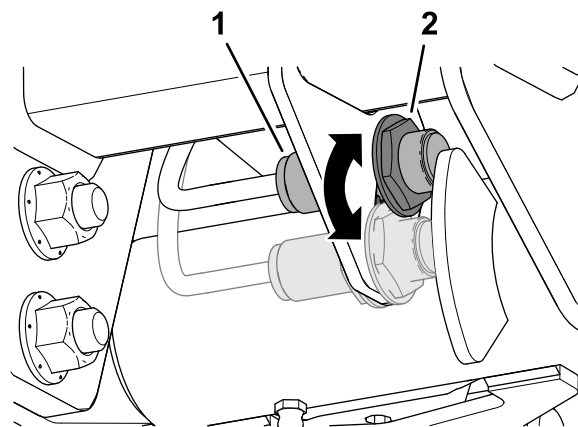

Bild 93
3. Lösen Sie die Klemmmutter, mit welcher der Hubarmschalter an der Schalterplatte befestigt ist (Bild 93).